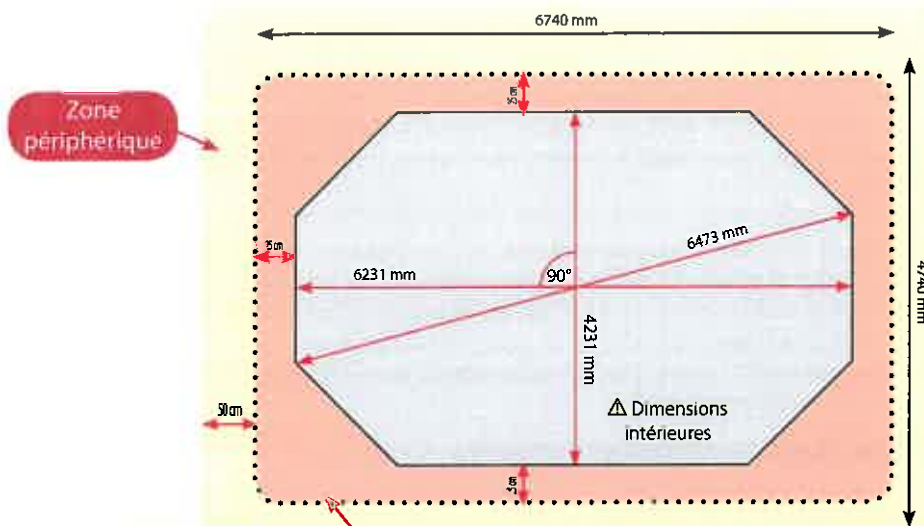

Figure 3
- Décapez votre terrain selon la forme de votre bassin et figure 3.